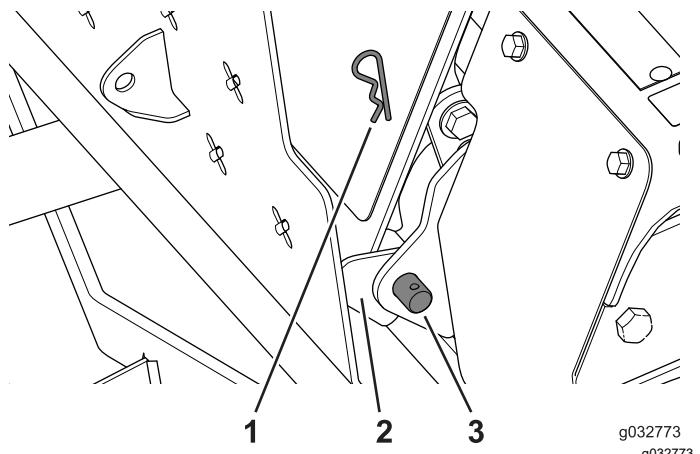

Figura 126
1. Utilice el pasador de giro y la chaveta para sujetar la plataforma del operador, como se muestra en la Figura 126.